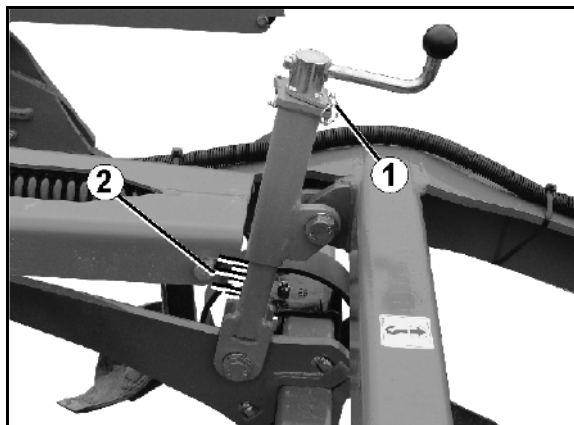

Bild 42
1. Ta ut låssprinten (Bild 42/1).
- För orientering finns en skala anbringad på inställningsenheterna (Bild 42/2).